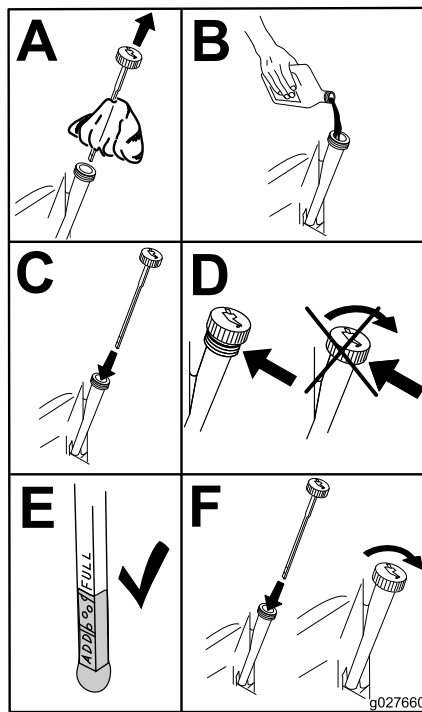

Figure 52
5. Versez lentement environ 80 % de l'huile spécifiée dans le tube de remplissage, puis faites l'appoint lentement jusqu'à ce que le niveau atteigne le repère maximum (Full) (Figure 52).